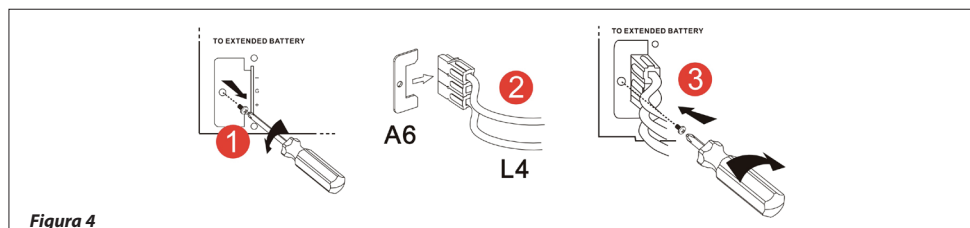

Figura 4
5. Conecte el cargador de batería a las baterías mediante el cable CC L1, L2, L3, L4, L5 (figura 4,5).